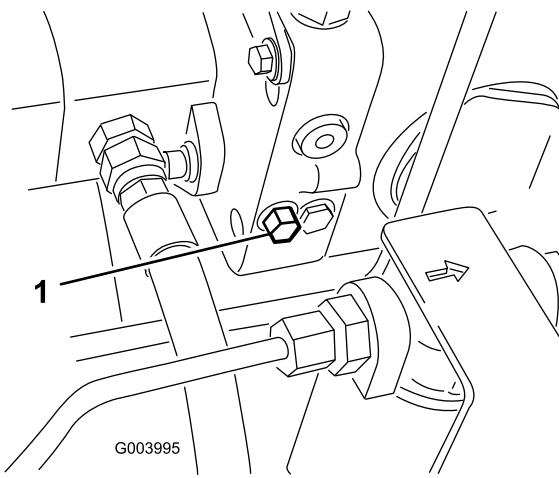

Bild 39
1. Dieses Sicherheitsventil befindet sich links am Hydrostat (Bild 39). Drehen Sie die Schraube um eine 1-1/2 Umdrehungen, um das Ventil zu öffnen und Öl intern abzulenken.